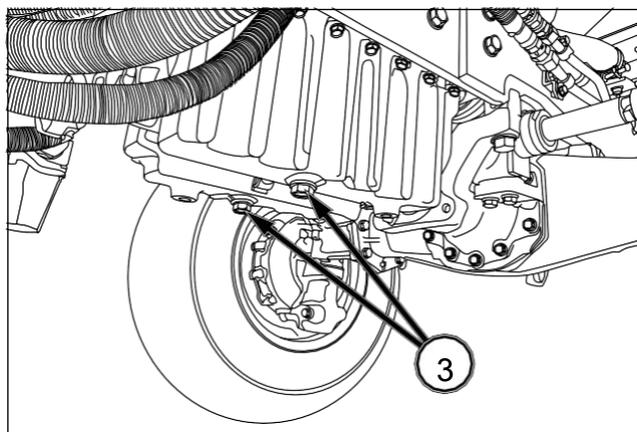

FIG. 190
FIG. 190: Para vaciar el aceite - Utilice el tractor hasta que el aceite esté lo suficientemente caliente. Retire el tapón de vaciado (3) del motor y deje que salga todo el aceite.